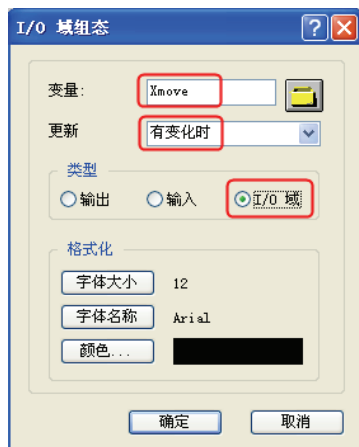

图 5-21 “I/O 域组态”对话框
3) 在图形编辑器中，选中输入/输出域，单击鼠标右键，单击快捷菜单中的“组态对话框”选项，弹出“I/O 域组态”对话框，如图 5-21 所示，将“变量”选定为“Xmove”，将“更新”选定为“有变化时”，I/O 域的类型选定为“I/O 域”，单击“确定”按钮，这样内部变量与输入/输出域就连接在一起了。